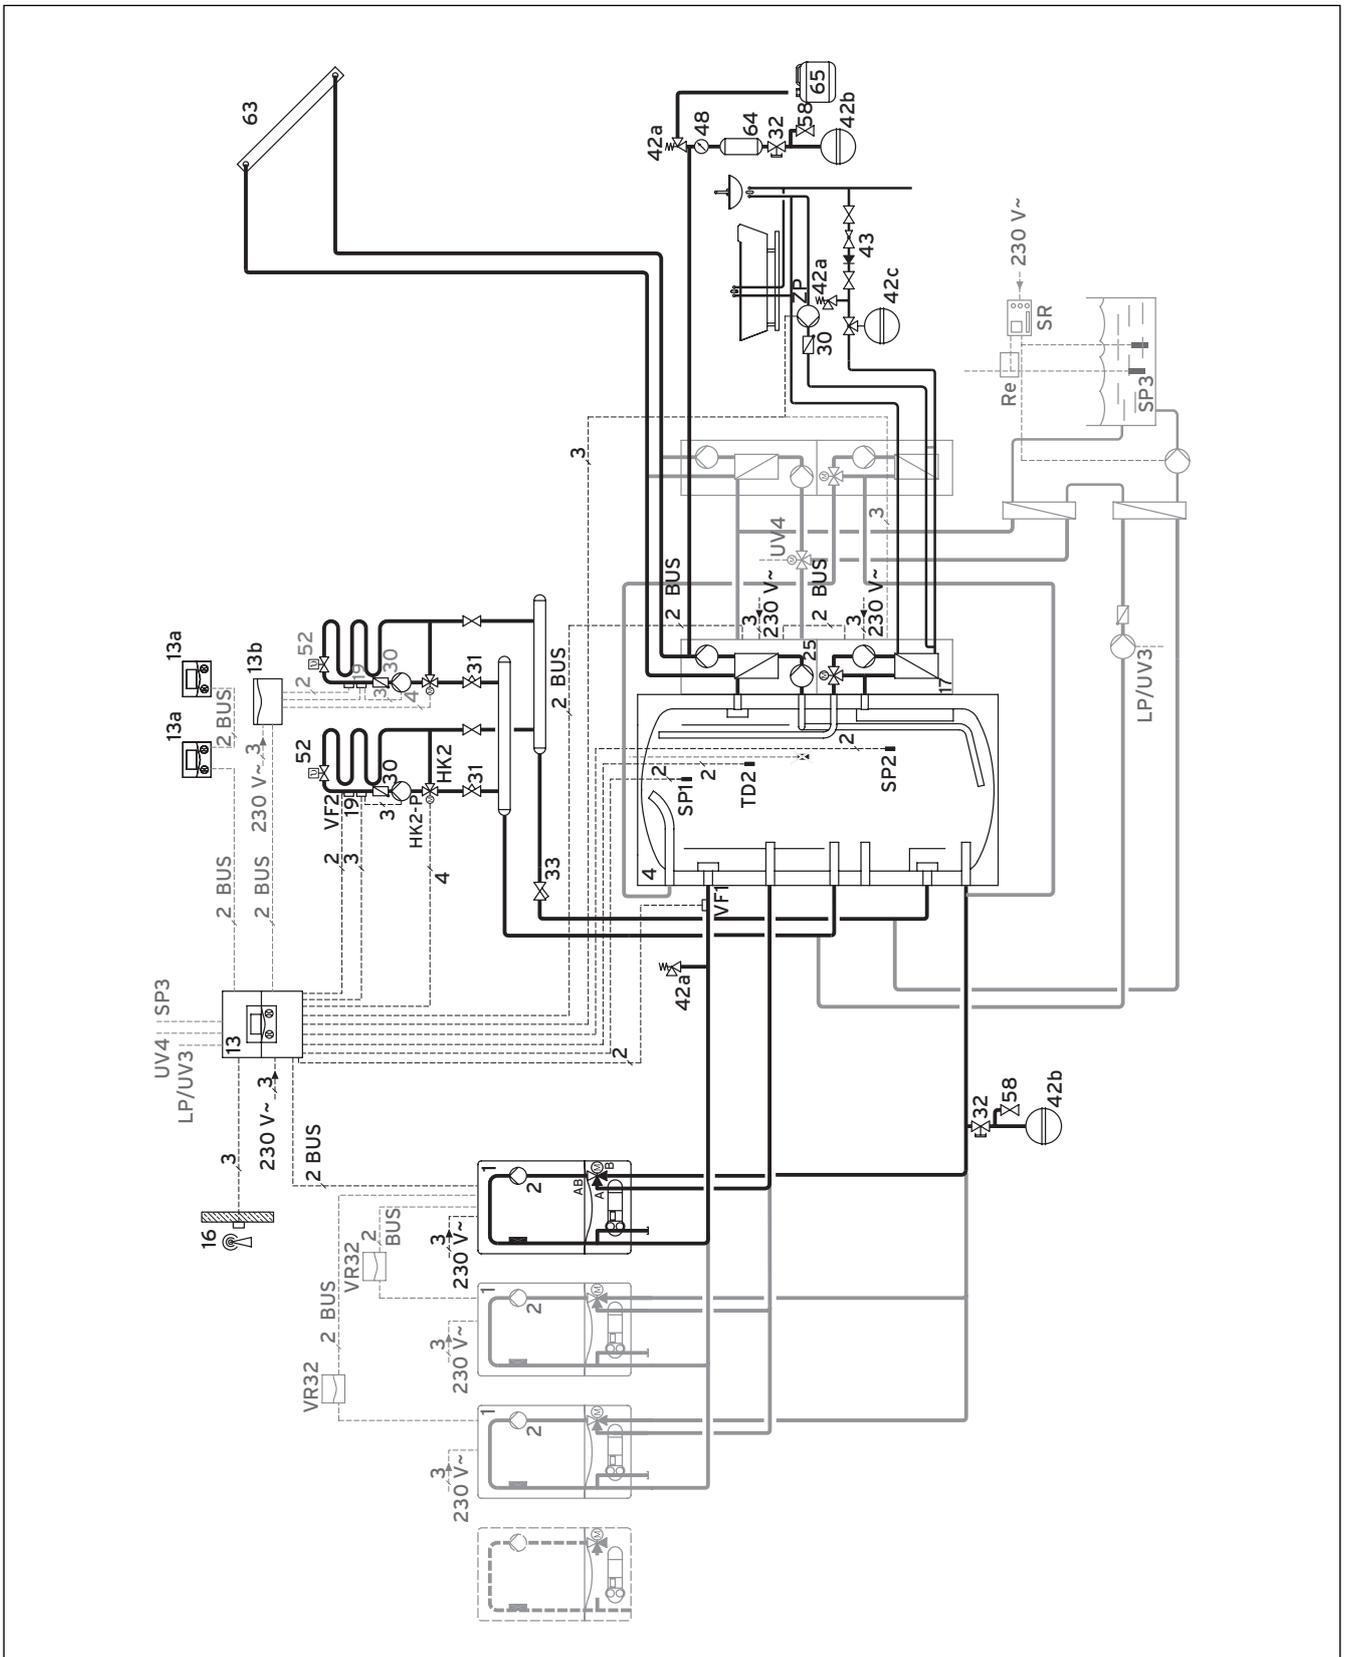

Abb. 3.9 Anschlussschema Gas-Wandheizgeräte
Tab. 3.5 Legende zu Abb. 3.9 Anschlusschema Gas-Wandheizgeräte (Fortsetzung nächste Seite)
**Tab. 3.5 Legende zu Abb. 3.9 Anschlussschema Gas-Wand-